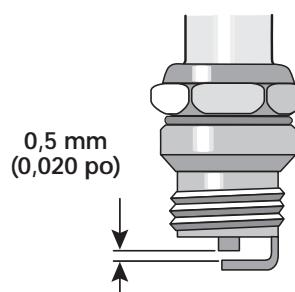

Fig. 41
3. Remplacez toute bougie fendillée, encaressée ou sale. Réglez l'écartement à **0,5 mm (0,020 po)** à l'aide d'une jauge d'épaisseur (Fig. 41).